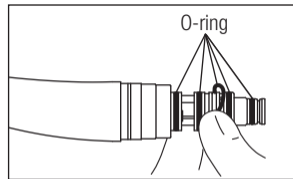

Fig. 12
- 2) Rimuovere manualmente con delicatezza tutti gli O-ring (Fig. 12).